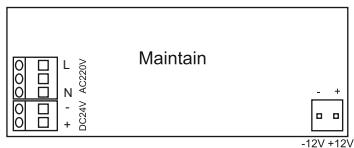

Рисунок 4
4.13 Подключение светильника ДПА 5032-3, ДПА 5043-3 к питающей сети переменного тока 230 В производить к контактам клеммной колодки ХТ1 (рисунок 4), расположенной на плате управления, согласно маркировке: (L) фазный проводник, (N) нейтральный проводник сети.